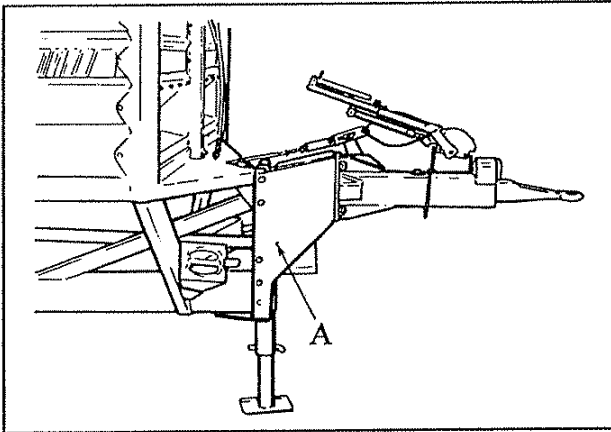

Fig. 5
- A-1 Högt monterat drag för påskjutsbroms. (ST 9500)(Fig.5)
Kraftöverföringsaxeln skall alltid monteras med friktionskopplingen närmast vagnen. Då axeln inte användes skall dess fria ände hängas upp med kedjan som hänger i draget. Glöm inte att säkra kraftöverföringsaxelns skydd med kedjorna så att de inte kan rotera med axeln, koppla fast kedjorna i vagnens resp. traktorns skydd. Det kan vara nödvändigt att demontera skyddet på vagnen för att kunna demontera eller montera kraftöverföringsaxeln. Skyddet demonteras genom att ta bort skruvarna (A) vid båda sidor. *Glöm ej att återmontera skydden innan maskinen åter tas i bruk.* (Fig. 5)